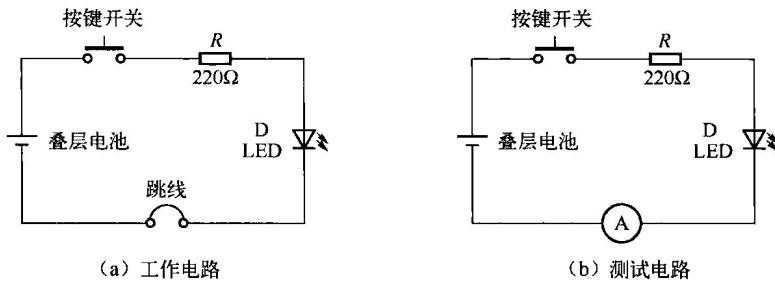
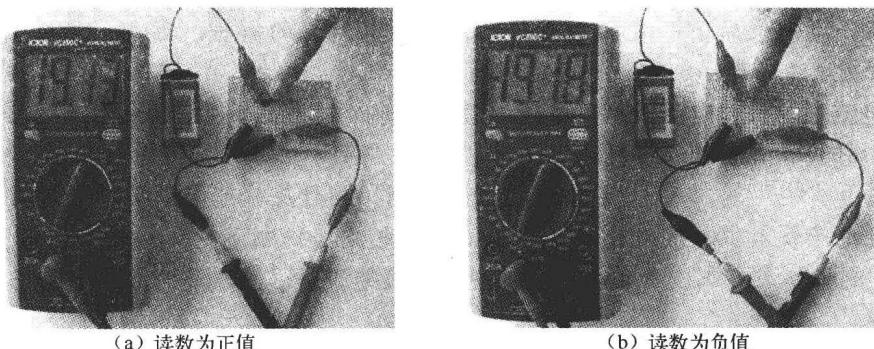

图 1-8 发光二极管直流电路
图 1-10 用数字万用表测量电流
- (1) 测试电路。图1-8为发光二极管直流电路。叠层电池（常用于数字万用表）作为
(4) 连接和读数。取下跳线帽，将数字万用表串接在电路中（见图 1-8（b））。按下按键开关，电路接通，LCD 屏显示的数字就是电路中的电流，单位是毫安。若读数为正值，则说明电流由红表笔流进、黑表笔流出，如图 1-10（a）所示；若读数为负值，则说明电流由黑表笔流进、红表笔流出，如图 1-10（b）所示。